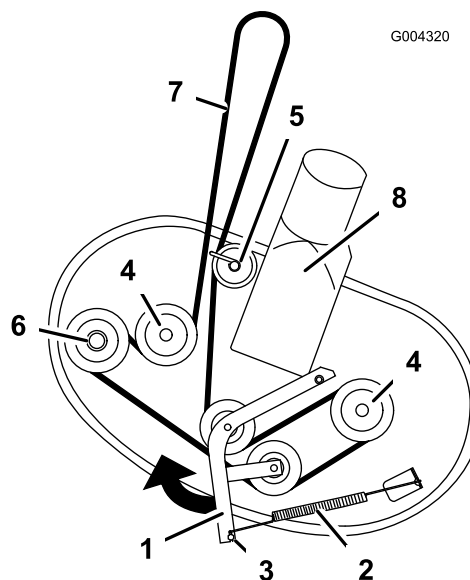

Figure 59
4. Desserrez la fixation du guide-courroie sur la poulie arrière (Figure 59).
5. Tirez le bras de la poulie de tension dans la direction indiquée (Figure 59) et retirez la courroie des poulies.
6. Acheminez la courroie neuve autour des poulies du moteur et du plateau de coupe (Figure 59). Passez la courroie neuve sous le guide-courroie et autour de la poulie arrière.
7. Tirez la poulie de tension dans la direction indiquée à la Figure 59 et acheminez la courroie autour de la poulie de tension et des poulies d'axe (Figure 59).
8. Serrez la fixation du guide-courroie sur la poulie arrière (Figure 59).